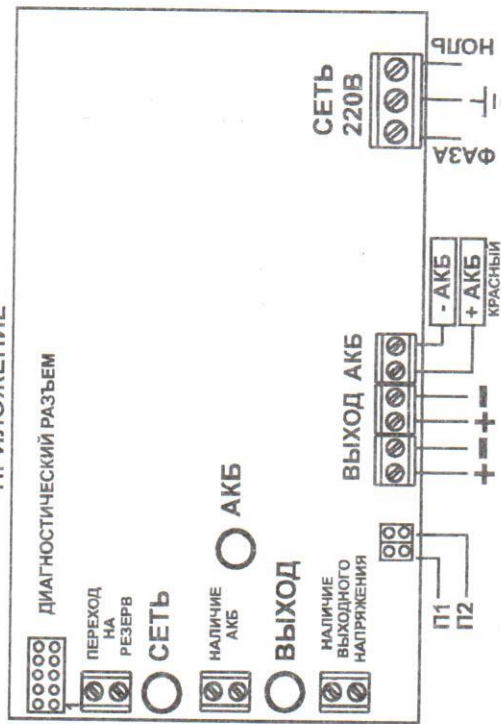

Рисунок 1. Вид источника с открытой крышкой (схема подключения)
- выдачу информационных сообщений «Переход на резерв», «Наличие АКБ», «Наличие выходного напряжения» посредством переключения контактов реле. Выдача информационного сообщения «Переход на резерв» осуществляется с задержкой, определенной положением переключателя П1 и П2 (см. рисунок 1 Приложения). Соответствие задержки положению переключателя показано в таблице 8 Приложения;
Источник представляет собой стабилизированный источник питания, размещенный в металлическом корпусе со съемной крышкой. При открытой крышке (см. рисунок 1 Приложения) осуществляется доступ к печатной плате с установленной на ней выходными колодками, сетевой колодкой, колодкой для подключения АКБ, диагностическим разъемом и разъемами с релейнными выходами. Под пластиковым окном крышки корпуса расположены индикаторы «СЕТЬ» зеленого цвета, «АКБ» зеленого цвета и «ВЫХОД» зеленого цвета, свидетельствующие о состоянии работы источника.
Нагрузка подключается к колодке «ВЫХОД». Подключение нагрузки следует производить в соответствии с полярностью (см. схему подключения рисунок 1 Приложения).
Источник оснащен диагностическим разъемом (см. рисунок 1 Приложения), на который выведены напряжение выхода, напряжение клемм АКБ, сигнал о наличии сети, напряжение для питания внешнего устройства. Назначение контактов разъема и уровни напряжений см. таблицу 7 Приложения.
Подключение источника производится при отключенном сетевом напряжении и открытой крышке (см. рисунок 1 Приложения) в следующей последовательности: